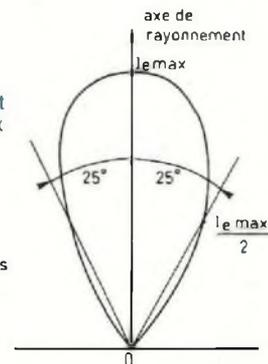

Fig. 4 : Diagramme de rayonnement de la diode LD 271.
- de l'angle que fait la direction considérée avec l'axe de révolution du système. Ainsi, le diagramme de la figure 4 montre que l'intensité énergétique baisse de 50 % lorsqu'on s'écarte de l'axe de  $\pm 25^\circ$  ;